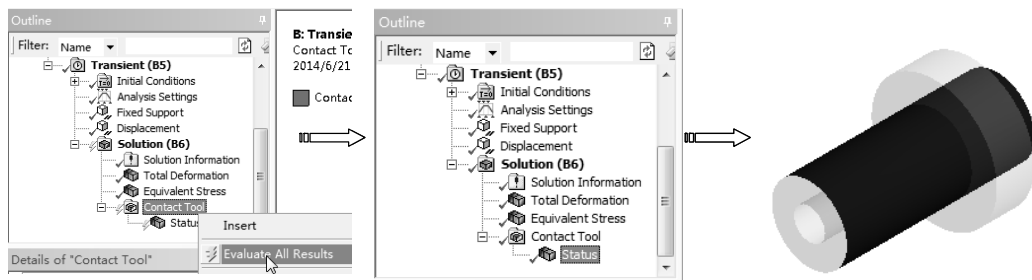

图 8-85 接触状态分析云图
5) 选中【Contact Tool】节点，单击鼠标右键，在弹出的快捷菜单中选择【Evaluate All Results】命令，然后单击【Contact Tool】项下的【Status】节点，显示接触状态云图，如图 8-85 所示。